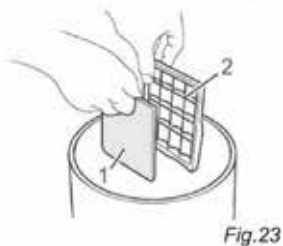

Fig. 23
3. Ta bort motorskyddsfiltret (bild 23/1) från filterhållaren (bild 23/2) över en soptunna.